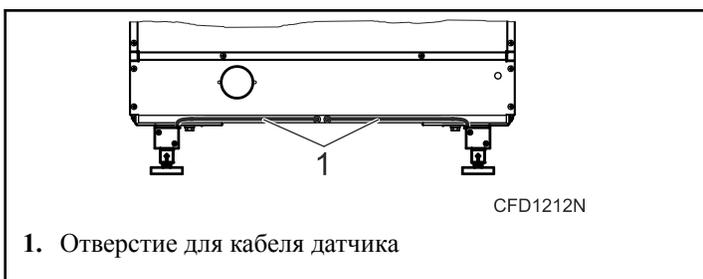

Рис. 9
7. Вставьте кабели датчиков в предусмотренные отверстия. См. *Рис. 9*.